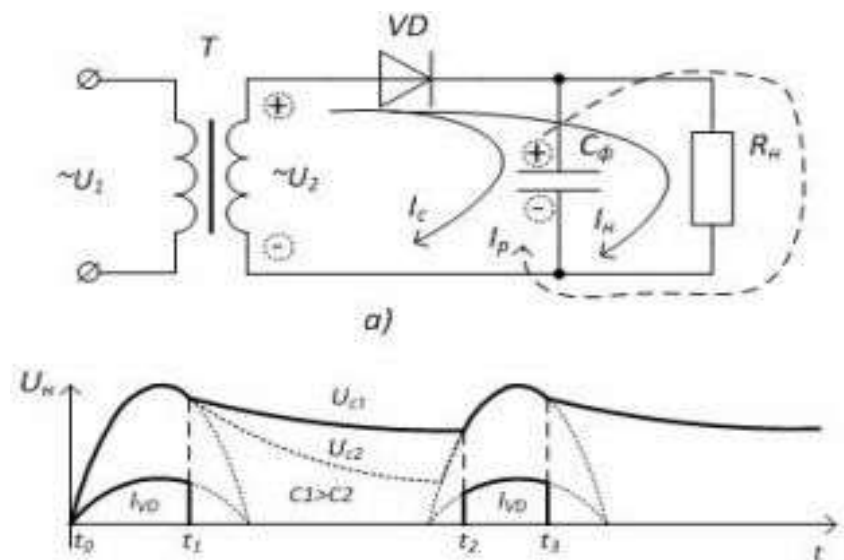

Рисунок 13.2. - Однофазный однополупериодный выпрямитель с емкостным фильтром: а) схема, б) временные диаграммы работы
**Емкостной фильтр** представляет собой конденсатор большой емкости, который включается параллельно нагрузочному резистору  $R_n$ . Конденсатор обладает большим сопротивлением постоянному току и малым сопротивлением переменному току. Рассмотрим работу фильтра на примере схемы однополупериодного выпрямителя (рис. 13.2.а).
При протекании положительной полуволны во временном промежутке  $t_0$ - $t_1$  (рис.13.2 б) протекает ток нагрузки (ток диода) и ток заряда конденсатора. Конденсатор заряжается и в момент времени  $t_1$  напряжение на конденсаторе превышает спадающее напряжение вторичной обмотки - диод закрывается и во временной промежуток  $t_1$  -  $t_2$  ток в нагрузке обеспечивается разрядом конденсатора. Т.к. ток в нагрузке протекает постоянно, что значительно уменьшает пульсации выпрямленного напряжения.